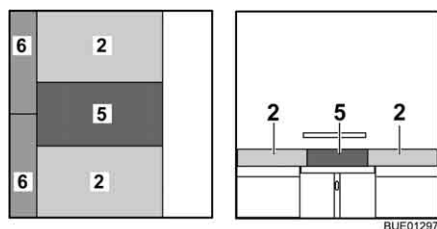

Fig. 125 Después de la transformación
- Colocar el cojín adicional (Fig. 125,5) entre los cojines del asiento sobre la mesa.
- Colocar los cojines adicionales (Fig. 125,6) entre los cojines del asiento y la pared.